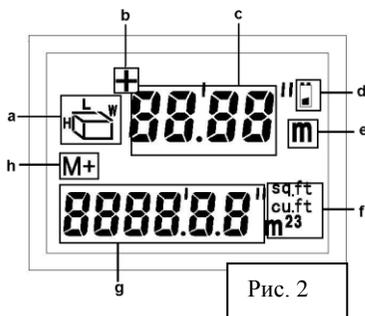

Рис. 2
**Дисплей устройства (Рис. 2)**
- При однократном непродолжительном нажатии на кнопку “READ” будет произведено автоматическое измерение расстояния, после чего данные измерения будут отображены на дисплее, в верхней строке (с, рис.2).